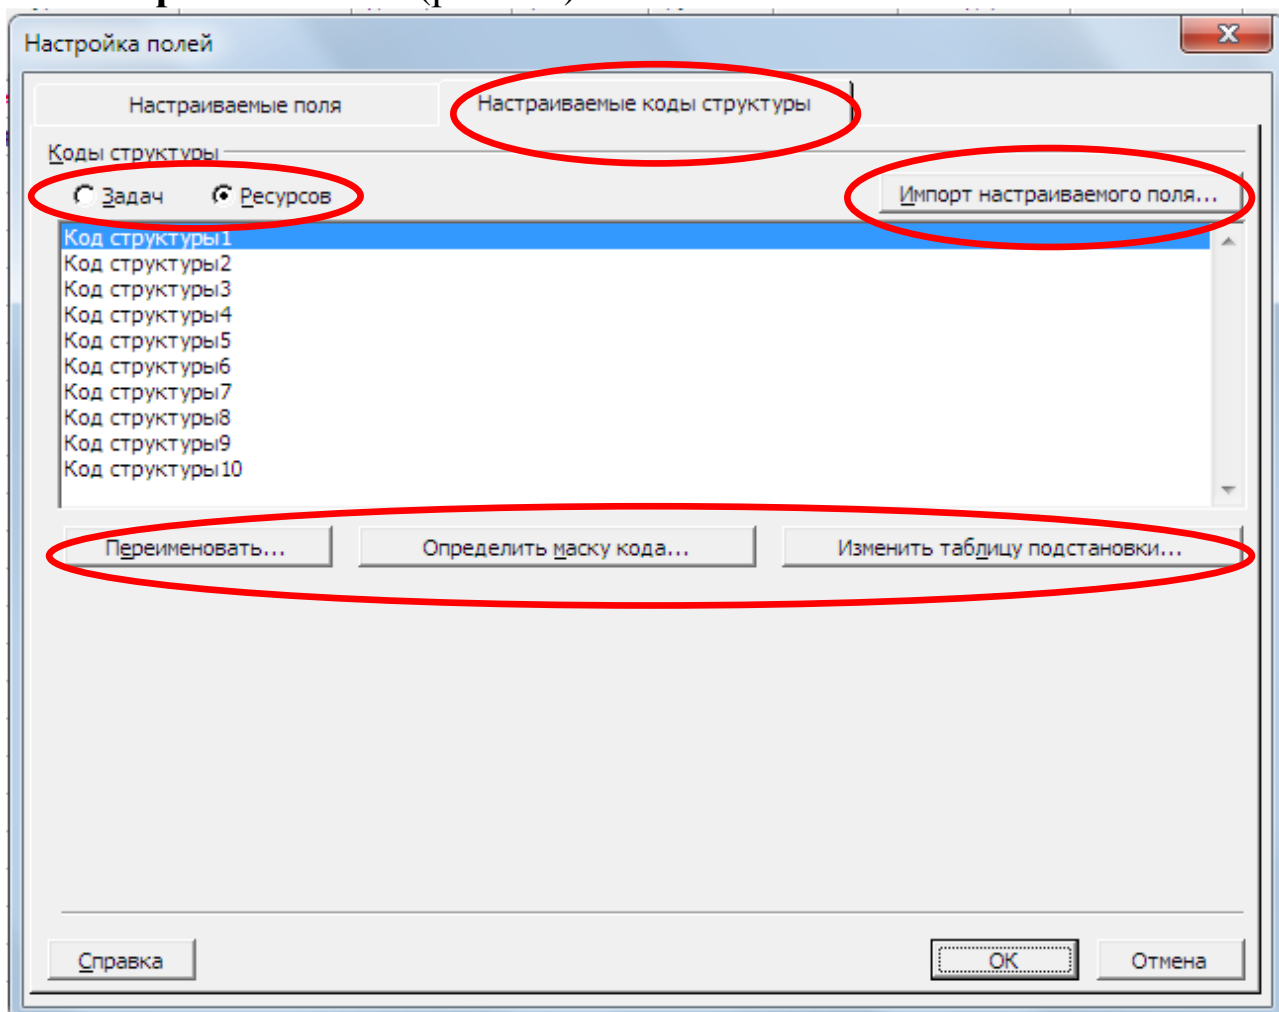

Рис. 19 – Настройка Кодов структур
51. Настраиваемые коды структуры создают в диалоговом окне **Настройки полей** (рис. 19).